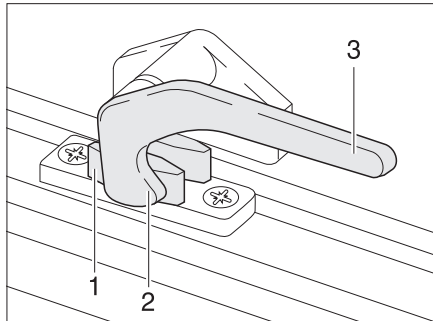
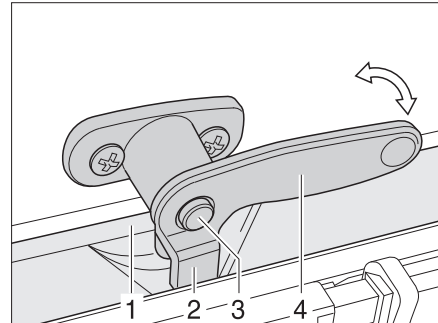

Fig. 66 Levier de verrouillage en position "fermée"
Fig. 67 Levier de verrouillage avec bouton de sécurité en position "fermée"
- Si présent, enfoncer le bouton de sécurité (Fig. 67,3) et le maintenir enfoncé.
- Tourner le levier de verrouillage (Fig. 66,3 ou Fig. 67,4) d'un quart de tour vers le centre de la fenêtre.
- Tourner le levier de verrouillage (Fig. 66,3 ou Fig. 67,4) d'un quart de tour vers le cadre de la fenêtre. Le tenon de verrouillage (Fig. 66,2 ou Fig. 67,2) se trouve sur le côté intérieur du verrouillage de fenêtre (Fig. 66,1 ou Fig. 67,1).
- En position "Fermée" (Fig. 66)